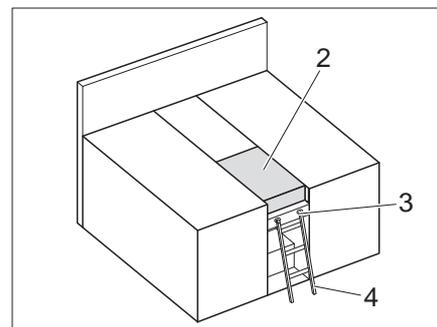

Bild 133 Doppelbett
- Zusatzpolster (Bild 133,2) auflegen.
**Aufstiegsleiter** Zum Besteigen des oberen Betts die serienmäßig beigelegte Aufstiegsleiter (Bild 133,4) benutzen.
- Die Aufstiegsleiter (Bild 133,4) mit den Holmen in die Halterung (Bild 133,3) an der Blende einhängen.